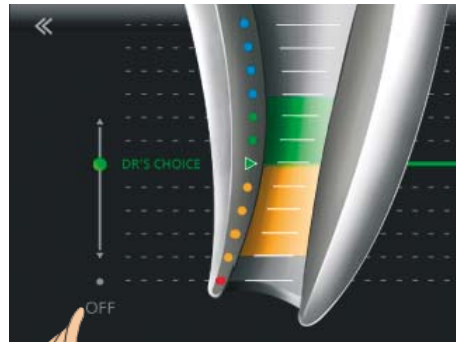

Fig. 25 Toque sobre "OFF"
- Para desligar o limite apical DR'S CHOICE volte ao menu "Ajustes", escolha a função DR'S CHOICE e toque sobre "OFF" (Fig. 25).